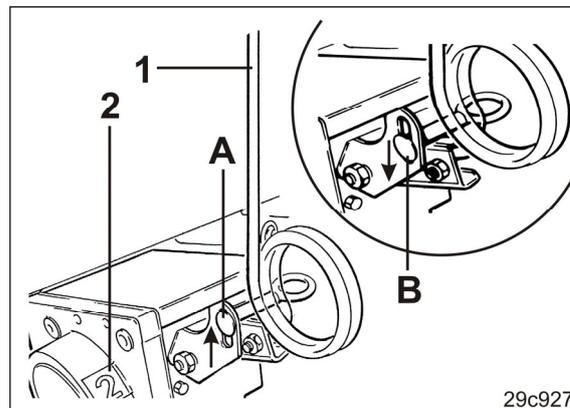

Рис. 208
2. Потяните за рычаг управления (Рис. 208/1) распределительной коробки, если число (Рис. 208/2) в окне распределительной коробки показывает «0». Счетчик технологических колеи не должен показывать «0».
3. Ослабьте зажимный винт (Рис. 208/A), переместите его в продольном пазу вниз и затяните (см. Рис. 208/B).
Счетчик технологических колеи (Рис. 208/2) не должен показывать «0». В противном случае постоянно создаются технологические колеи.